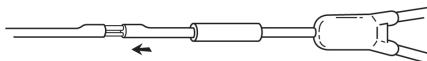

Fig. 4
4. Schieben Sie die kleine Metallkanüle in das kleine Lumen des Katheterendes (Fig. 4).